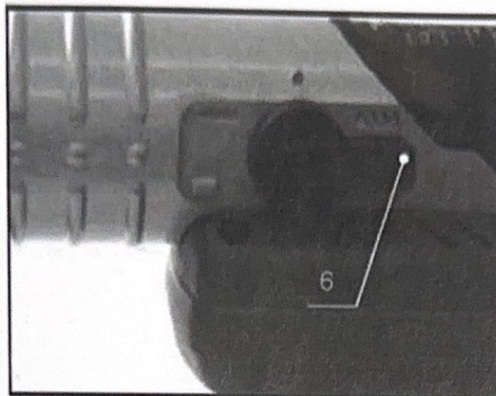

Рис. 4
Для того, чтобы установить режим сверления с ударом, необходимо рычаг (поз.6, рис.4) ударного механизма повернуть на символ «сверло».
- Для того, чтобы установить режим удара, необходимо рычаг (поз.6. рис.4) ударного механизма повернуть на символ «долото».